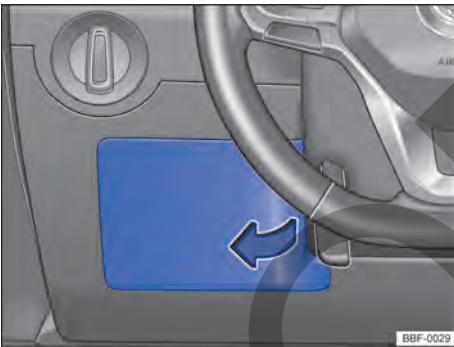

Fig. 132 Del lado del conductor en el panel de instrumentos: cubierta de la caja de fusibles.
- Sustener la cubierta de la caja de fusibles → fig. 132 y tirar hacia adelante.